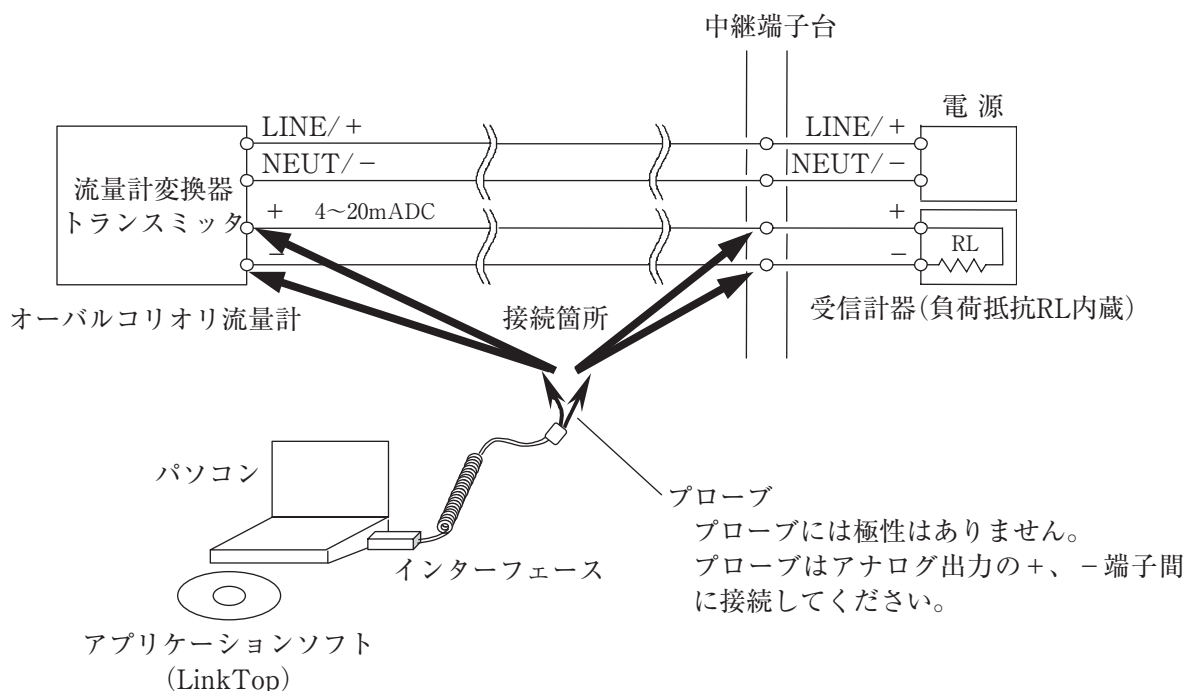

図2
機器の接続は図2のようになります。
（注）図2中、パソコンはお客様にて準備していただきます。
- ① 流量計変換器、PCインターフェースアダプタ、「LinkTop」をインストール済みのパソコンを図2のように接続します。
- ② LinkTopを起動させるには、パソコンの画面左下の「スタート」から「プログラム」の中のLinkTop for CoriMate II (J)をクリックします。
- ③ 画面上部メニューの「File(F)」の中の「ポート設定(I) Ctrl+I」をクリックします。